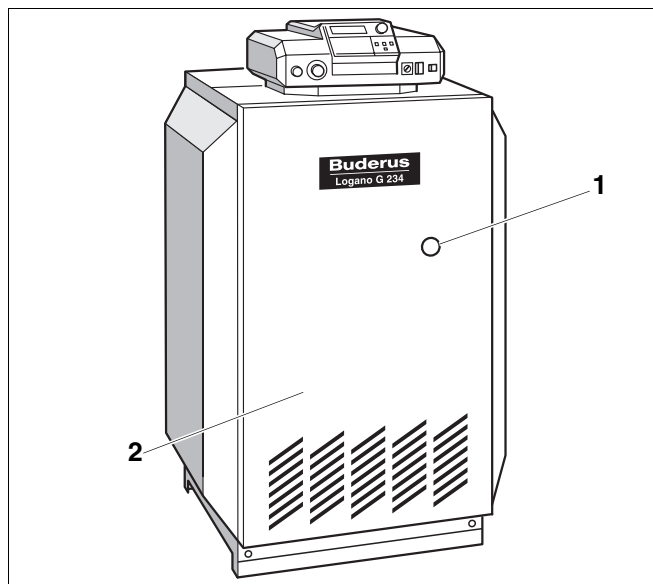

Fig. 6 Înlăturarea deranjamentelor arzătorului
La deranjamentul arzătorului se aprinde LED-ul de la butonul de resetare (Fig. 6, **Poz. 1**) al cazanului de încălzire.
Puteți activa butonul de resetare al arzătorului (Fig. 6, **Poz. 1**) prin intermediul orificiului din peretele frontal (Fig. 6, **Poz. 2**) al cazanului. Nu trebuie să demontați peretele frontal al cazanului.
- Apăsăți butonul de resetare (Fig. 6, **Poz. 1**) al arzătorului.